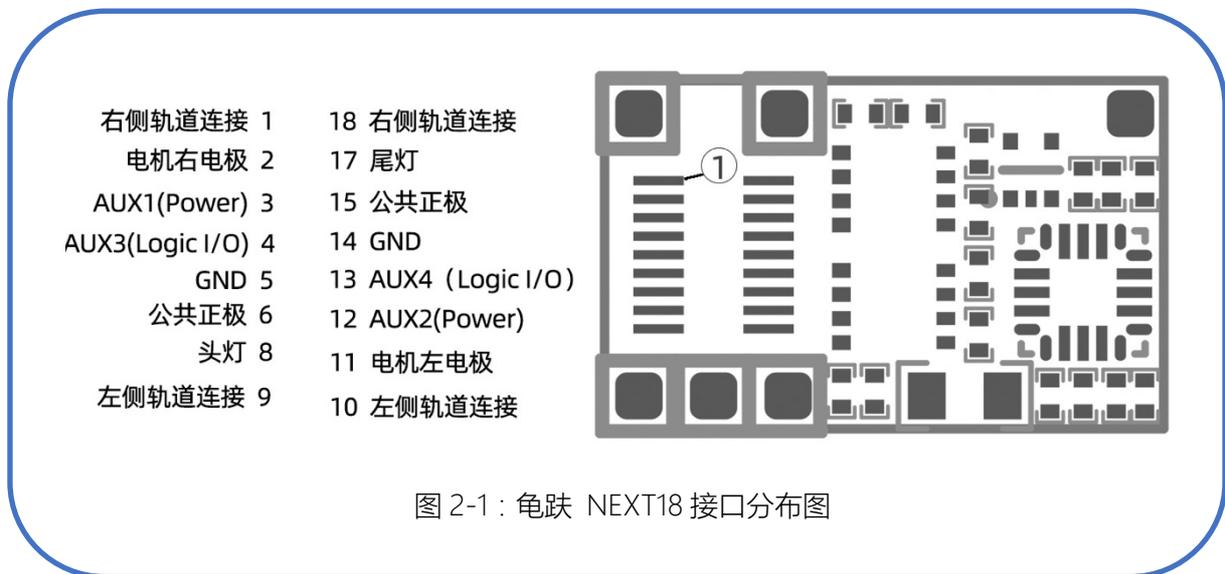

图 2-1：龟趺 NEXT18 接口分布图
动芯龟趺系列数码解码器都配有 NEXT18 接口，可参考图 2-1 安装在机车上
- 以图 2-1①处作为标记，对应将解码器插入插座，使机车接口对应于解码器。